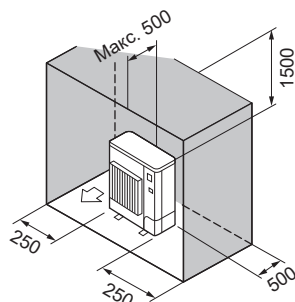

Fig. 2-12
- ⑥ Кедергілер тек артқы, бүйір жағында және одан жоғарыда (Fig. 2-12)